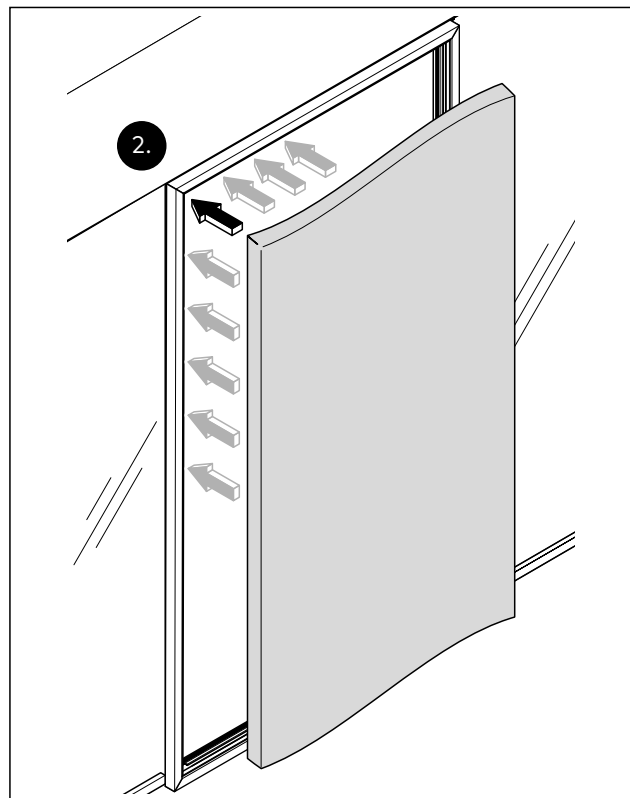

Abb. 38 Den Gummikeder von oben links in jede Nut bis zur Mitte der beiden Profelseiten drücken
2. Den Gummikeder von oben links ausgehend in die waagerechte und senkrechte Nut bis zur Mitte der beiden Profelseiten drücken (Abb. 38).